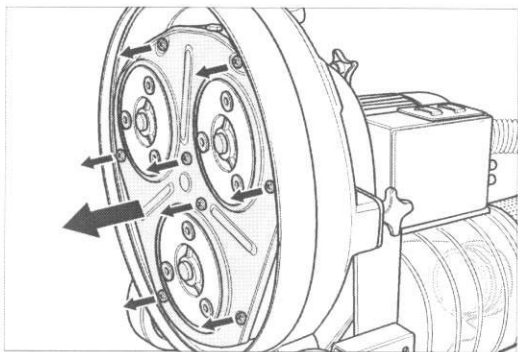

Fig. 36 Desserrez ensuite les huit vis et enlevez la tôle de recouvrement.
- 6 Desserrez les huit vis de fixation de la tôle de recouvrement et retirez la tôle de recouvrement (fig. 36). A cette occasion, contrôlez si le feutre d'étanchéité sur la face intérieure de la tôle de recouvrement doit être remplacé (voir *point 6.6, Remplacement du feutre d'étanchéité du recouvrement du logement du plateau de disque*).